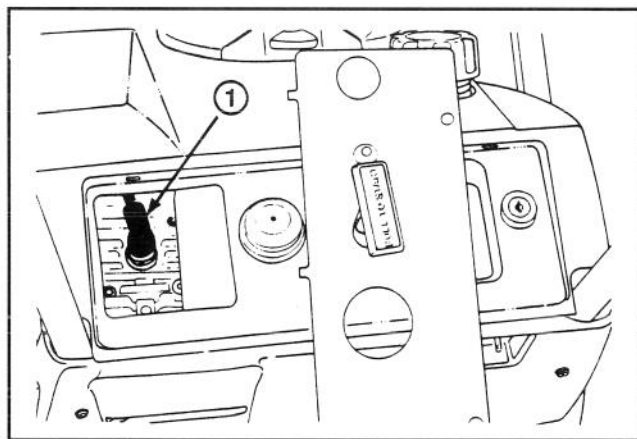

Figure 16
2. **ENLEVEMENT DE LA BOUGIE** (Fig. 16)—Débranchez le câble de la bougie et enlevez la bougie. Examinez la bougie et remplacez-la si elle est fendue, encrassée ou sale. **NE PASSEZ PAS AU JET DE SABLE, NE RACLEZ ET NE NETTOYEZ PAS LA BOUGIE CAR LA SALETE PEUT SE DEGAGER ET TOMBER DANS LA CYLINDRE, CAUSANT AINSI DES DOMMAGES AU MOTEUR.**
3. **REPOSE DE LA BOUGIE**—Réglez l'écartement des électrodes (Fig. 16) à 0,031 pouces (0,76 mm). Mettez la bougie en place et serrez-la à 15 pieds-livres